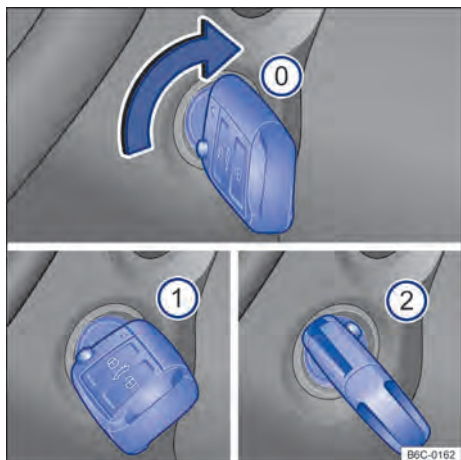

Fig. 86 Ao lado do volante, à direita: posições da chave do veículo no cilindro da ignição.
Posições da chave do veículo → Fig. 86
- ① Ignição desligada. A chave do veículo pode ser retirada.
- ② Ignição ligada.
- ③ Pisar no pedal do freio e ligar o motor. Quando o motor pegar, soltar a chave da ignição. Ao soltar, a chave do veículo retorna à posição → Fig. 86 ①.
- Girar a chave do veículo na posição → Fig. 86 ①. A ignição está ligada.
- Girar a chave do veículo no cilindro da ignição para a posição → Fig. 86 ② – não acelerar. Quando o motor começar a funcionar, soltar a chave do veículo no cilindro da ignição.
- *Veículos com cilindro da ignição*: girar a chave do veículo no cilindro da ignição na posição → Fig. 86 .